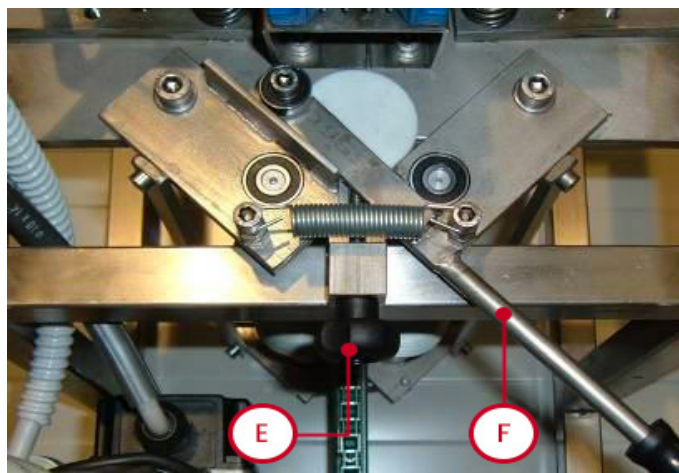

Abb. 3
3.2 WALZEN ZUR ÖFFNUNG DER ZELLEN (Abb. 3)
Die Einstellung der Walzen zur Öffnung der Zellen erfolgt über den Drehgriff (E) am Austritt der Rähmchen aus der Maschine, siehe Abb. 3.